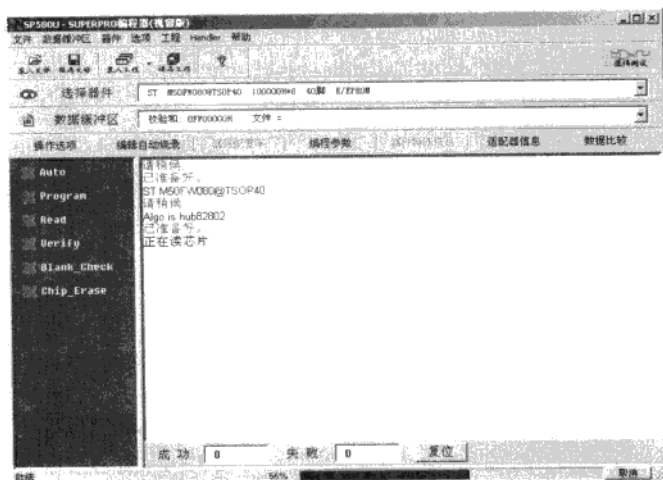

图 3-24 读取 BIOS 芯片里的程序
(5) 读取 BIOS 芯片里的程序——Read（如图 3-24 所示）